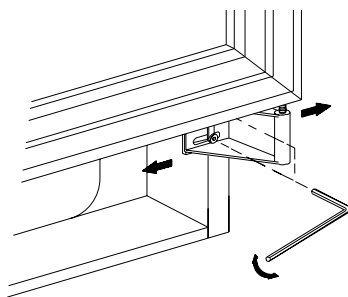

Fig. 2
Voir fig. 2
2. Démonter la charnière supérieure. Voir fig. 2. Bien tenir la charnière car elle est soumise à la pression d'un ressort et pivote lorsqu'on enlève les vis.